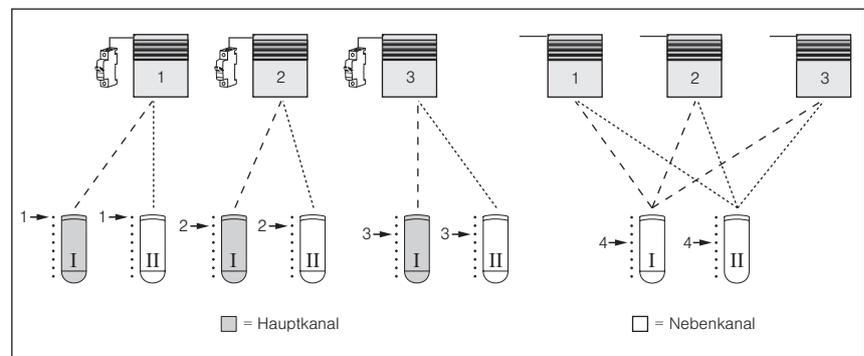

Abb. 53 Drei Rollläden (getrennt aussicherbar) sollen mit zwei 8-Kanal Handsendern bedient werden.
Nun sind die Rollläden mit den Kanälen 1, 2 und 3 beider Handsender getrennt bedienbar, wobei die Hauptkanäle mit Handsender (I) gelernt wurden, *siehe Abb. 53*. Wird bei einem Hauptkanal die Lerntaste gedrückt, dann kann am jeweiligen Empfänger auch ohne den Power-up Vorgang der Lernmodus gestartet und ein NebenkanaI eingelernt werden. Wird nun jedem Empfänger der gleiche NebenkanaI, z.B. Kanal 4 eingelernt, so können später alle Rollläden als Gruppe mit Kanal 4 bedient werden, bleiben aber immer noch über ihre Hauptkanäle getrennt bedienbar. Der nächste Schritt besteht also im Einlernen von Kanal 4 des Handsenders (I) als NebenkanaI.
Nun sind alle drei Rollläden gemeinsam mit Kanal 4 von Handsender (I) bedienbar. Der nächste Schritt besteht im Einlernen der Nebenzüge für Handsender (II). Hierbei müssen Sie beachten, dass Sie den Lernmodus immer mit dem Hauptkanal starten, in unserem Beispiel liegen die Hauptkanäle auf Handsender (I), *siehe Abb. 53, links*.